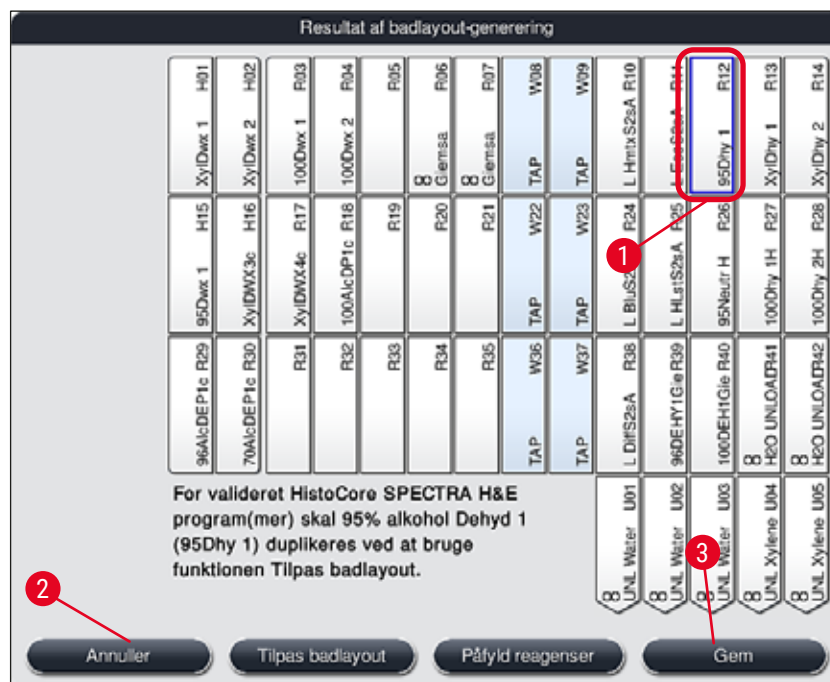

Fig. 53
- Efter at softwaren har beregnet badlayoutet ved hjælp af de prioriterede programmer, får brugeren en oversigt over resultaterne vist på skærmen (→ "Fig. 53").
- Hvis der ikke er integreret Leica-programmer i badlayoutet, afviger visningen (→ "Fig. 53") fra den viste (ikke vist). I dette tilfælde kan reagenserne påfyldes som beskrevet i (→ S. 81 – Påfyldning af reagenser).